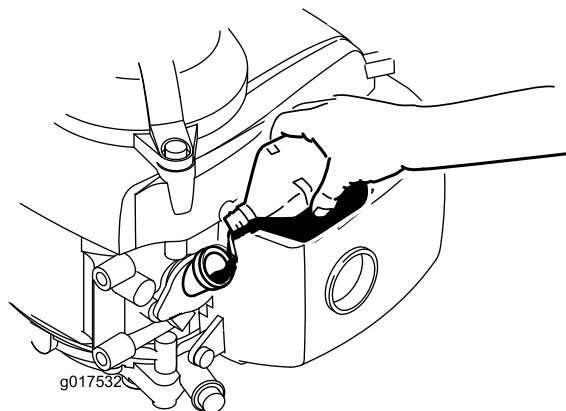

Figure 6
- Versez **lentement** l'huile dans l'orifice de remplissage, patientez 3 minutes puis vérifiez le niveau d'huile sur la jauge en essuyant cette dernière sur un chiffon propre et en l'insérant dans l'orifice, **mais sans visser** le bouchon (Figure 6).